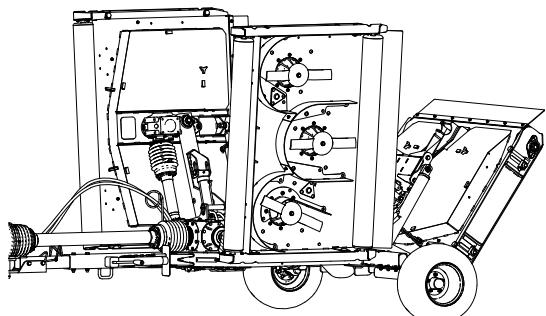

Figura 63
2. Sollevate e fissate i piatti di taglio, spegnete il motore e togliete la chiave (Figura 63).